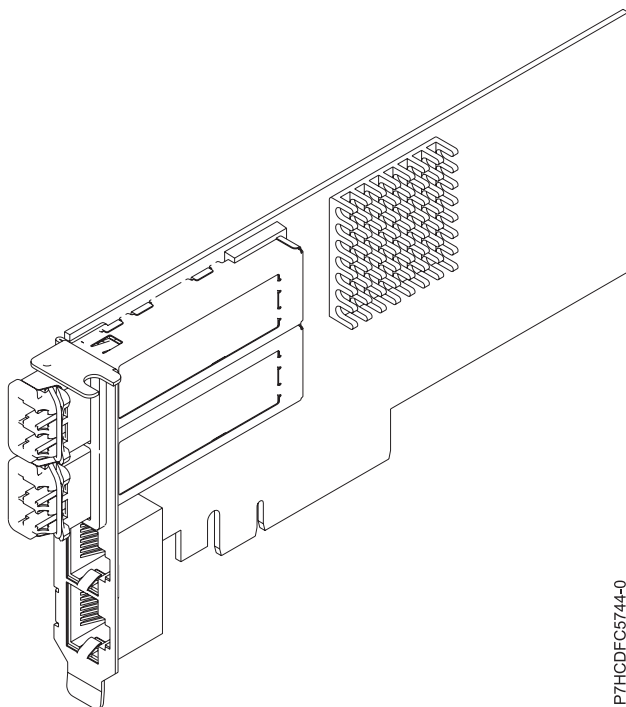

Figure 31. carte PCIe2 LP 2x10GbE SR 2x1GbE UTP
Le dispositif carte PCIe2 LP 2x10GbE SR 2x1GbE UTP est une carte PCI Express de génération 2 quatre ports Ethernet à connexion unifiée avec une interface de bus hôte PCI Express 2.0. Cette carte est optimisée pour l'informatique en nuage, la virtualisation, le stockage et les autres applications de centre de données. Cette carte comporte deux ports Ethernet 10 gigabits et deux ports Ethernet 1 gigabit. Les deux ports émetteurs-récepteurs SR (single root) SFP+ (small form-factor pluggable) 10 gigabits sont utilisés pour la connexion avec les autres serveurs ou commutateurs du réseau. Chaque port SFP+ (SR) fournit une connectivité Ethernet avec un débit nominal de 10 Gbps (gigabits par seconde) et utilise des câbles twinax SFP+ en cuivre pouvant atteindre une longueur maximale de 5 mètres. Chaque port RJ45 fournit une connectivité Ethernet avec un débit de 1 Gbps. Les fonctions d'agrégation de liaisons et de reprise en ligne de la carte sont idéales pour les applications réseau critiques qui nécessitent redondance et haute disponibilité. La figure 31, à la page 92 présente la carte FC 5745.